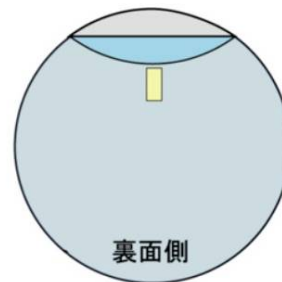

図.1
1. 研磨パッドの離型紙を平坦な場所にて図.1の様に剥がして折り目を付けます。パッドを移動させるときには離型紙を剥がした部分が上になる様に両手で持ち無理な力がかからないように注意してください。